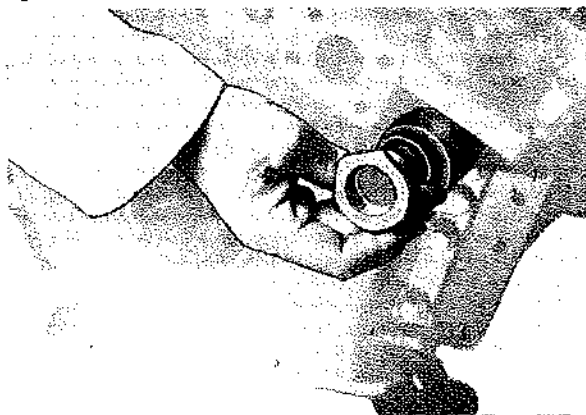

Fig. 48
- Montare la valvola sul coperchio (Fig. 48) interponendo la guarnizione. Serrare a **3 kgm.**